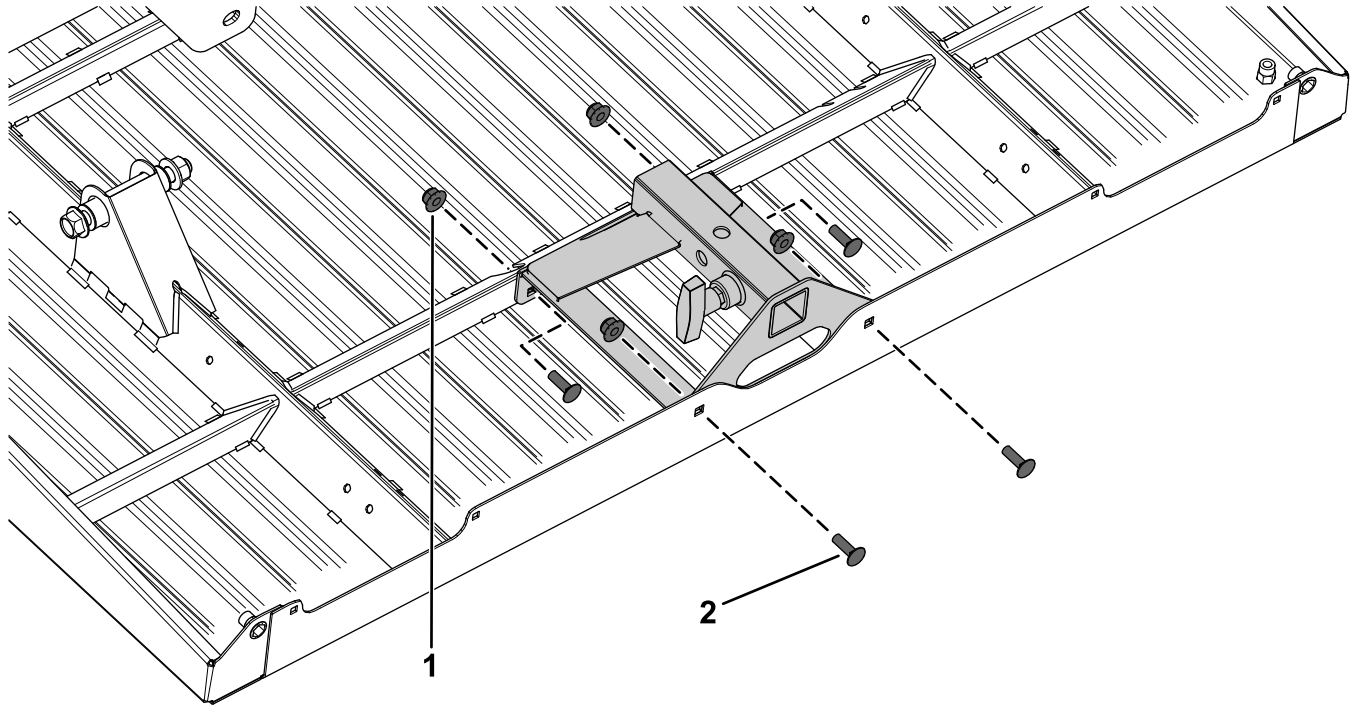

**Bild 2**
1. Sichern Sie den T-Bügel mit der Sicherungsmutter und der Bundkopfschraube (Bild 2) an der hinteren Aufnahme für Anbaugeräte.